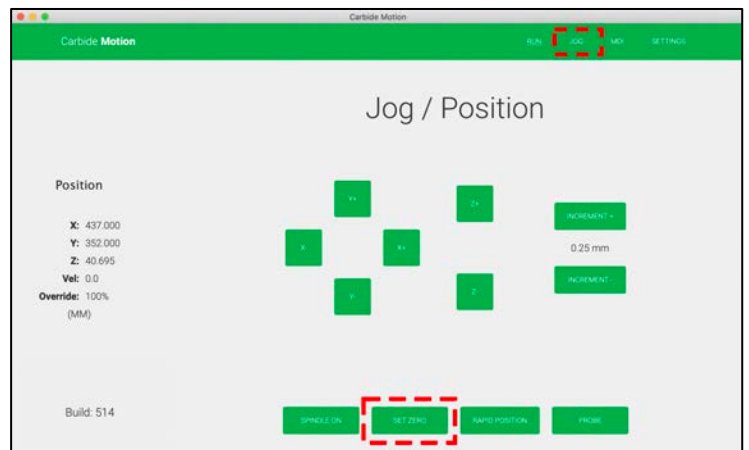

Figure 17
2. Click the **Set Zero** button. See *Fig. 17*.